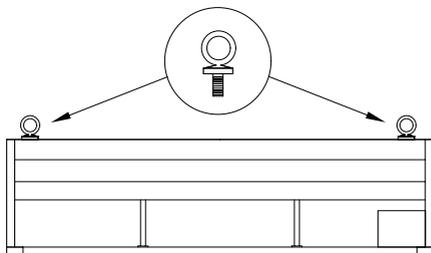

Figura 29: Anillos de agarre para el transporte, ejemplo
**Al transportar la máquina con la grúa, los ojos de los anillos de agarre tienen que estar en forma paralela con el lado longitudinal de la máquina. Ver (Figura 29).**